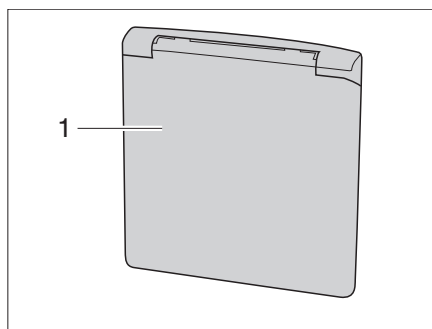

Fig. 1 Sportello per collegamento a 230 V
**Apertura:** ■ Afferrare lo sportello esterno (Fig. 1,1) in basso e sollevarlo.